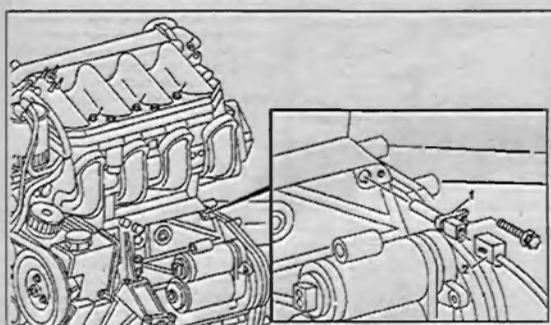

Рис. 3.39. Снятие и установка датчика положения коленчатого вала:
1. Отсоедините разъем проводки 2 от датчика положения коленчатого вала 1 (рис. 3.39).